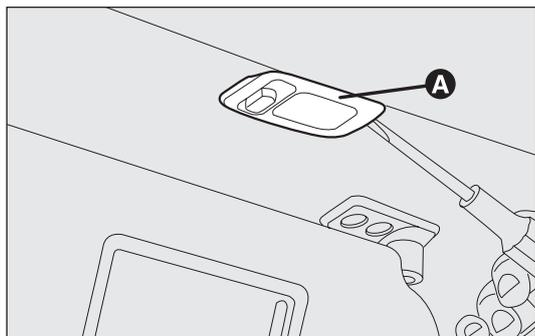

fig. 179
## PLAFONIERA DI CORTESIA fig. 179
- estrarre la plafoniera A-fig. 179 facendo leva nel punto indicato dalla freccia.